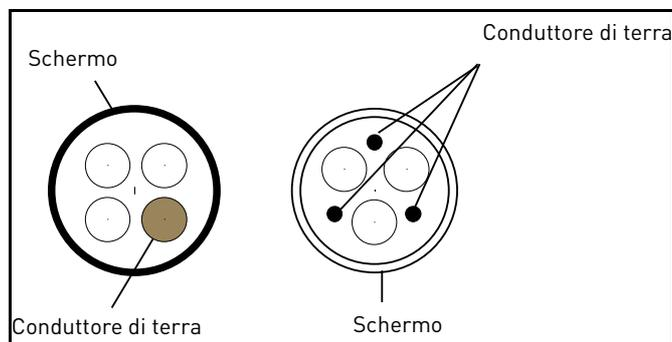

Figura 14.
- 2 = Cavo di alimentazione simmetrico dotato di filo protettivo concentrico e adatto alla specifica tensione di rete. (consigliato un cavo di tipo MCMK o simile). Si veda Figura 14.
- 3 = Cavo di alimentazione simmetrico dotato di schermo compatto a bassa impedenza e adatto alla specifica tensione di rete. [consigliato un cavo di tipo MCCMK, EMCCK o simile; consigliato un cavo con impedenza di trasferimento (1...30MHz) di massimo 100mohm/m]. Si veda Figura 14.